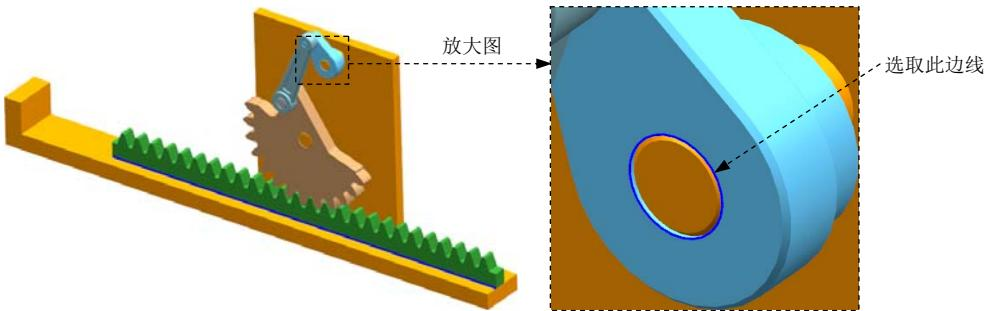

图 8.5.5 定义运动副
- (1) 选择下拉菜单**插入 (I)** → **运动副 (J)...** 命令，系统弹出“运动副”对话框；在“运动副”对话框**定义**选项卡的**类型**下拉列表中选择**旋转副**选项；在模型中选取图 8.5.5 所示的边线为参考，系统自动选择连杆、原点及矢量方向。
(2) 单击“运动副”对话框中的**驱动**选项卡；在**驱动**区域的**旋转**下拉列表中选择**恒定**选项；在**初速度**文本框中输入值 120。
(3) 单击**确定**按钮，完成旋转副的创建。